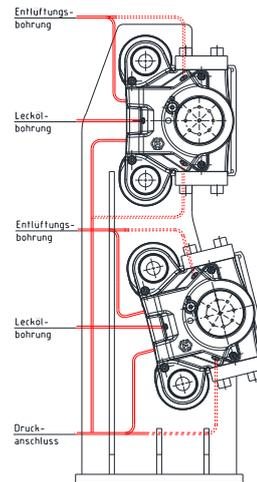

Bild 15: Druckanschluss mehrerer Bremsen (parallel)
Bei der Montage von mehreren Bremsen empfehlen wir, den Druckanschluss bei jeder Bremse einzeln (parallel) anzuschließen (siehe Bild 15).
**Bei der Parallelschaltung von Bremsen (siehe Bild 15) muss jede Bremse einzeln entlüftet werden.**